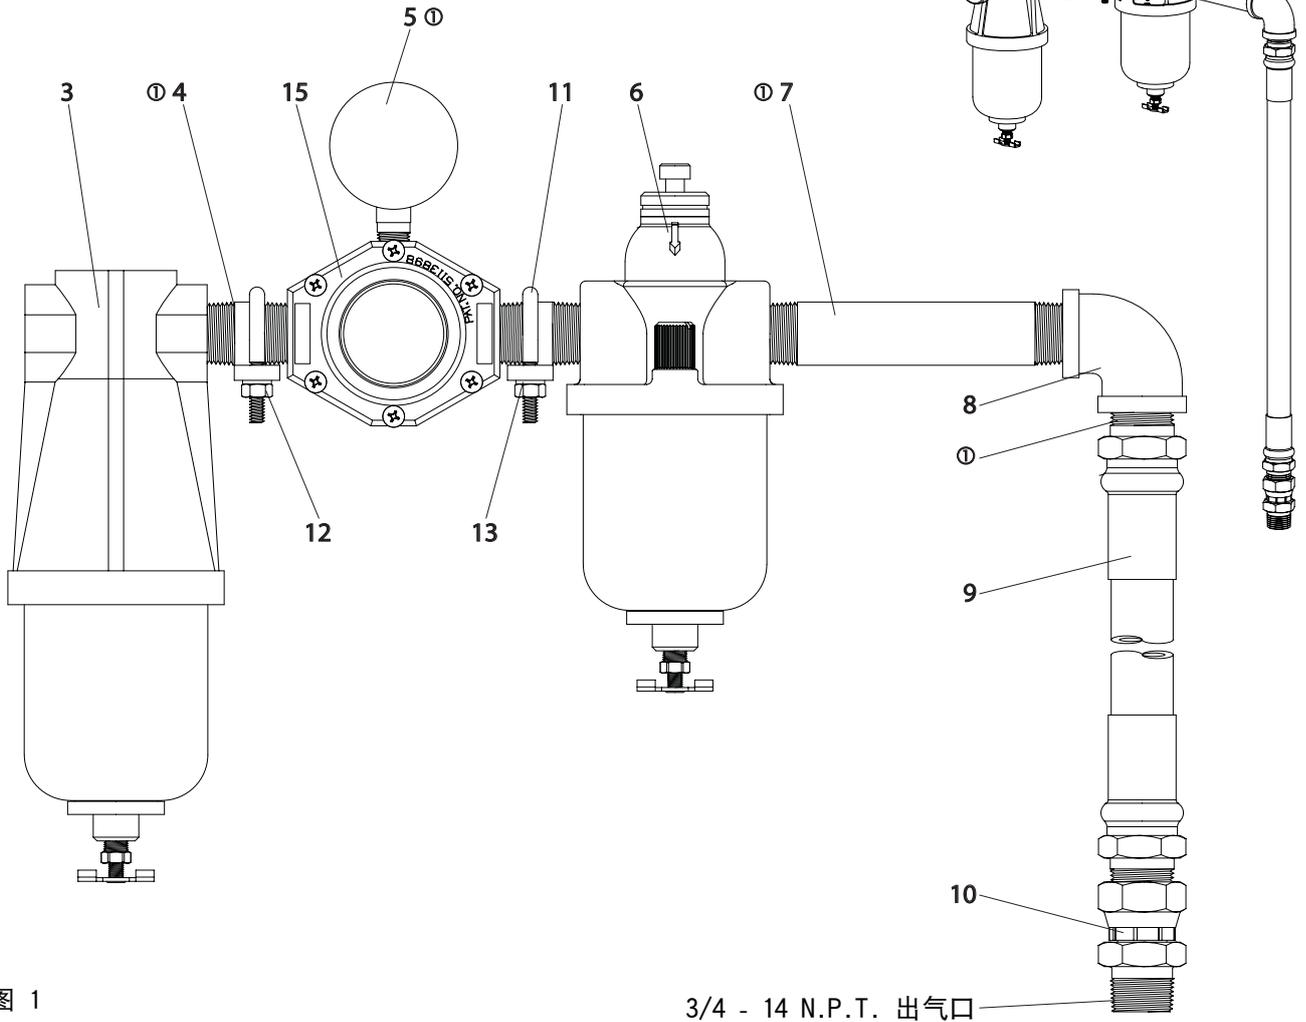
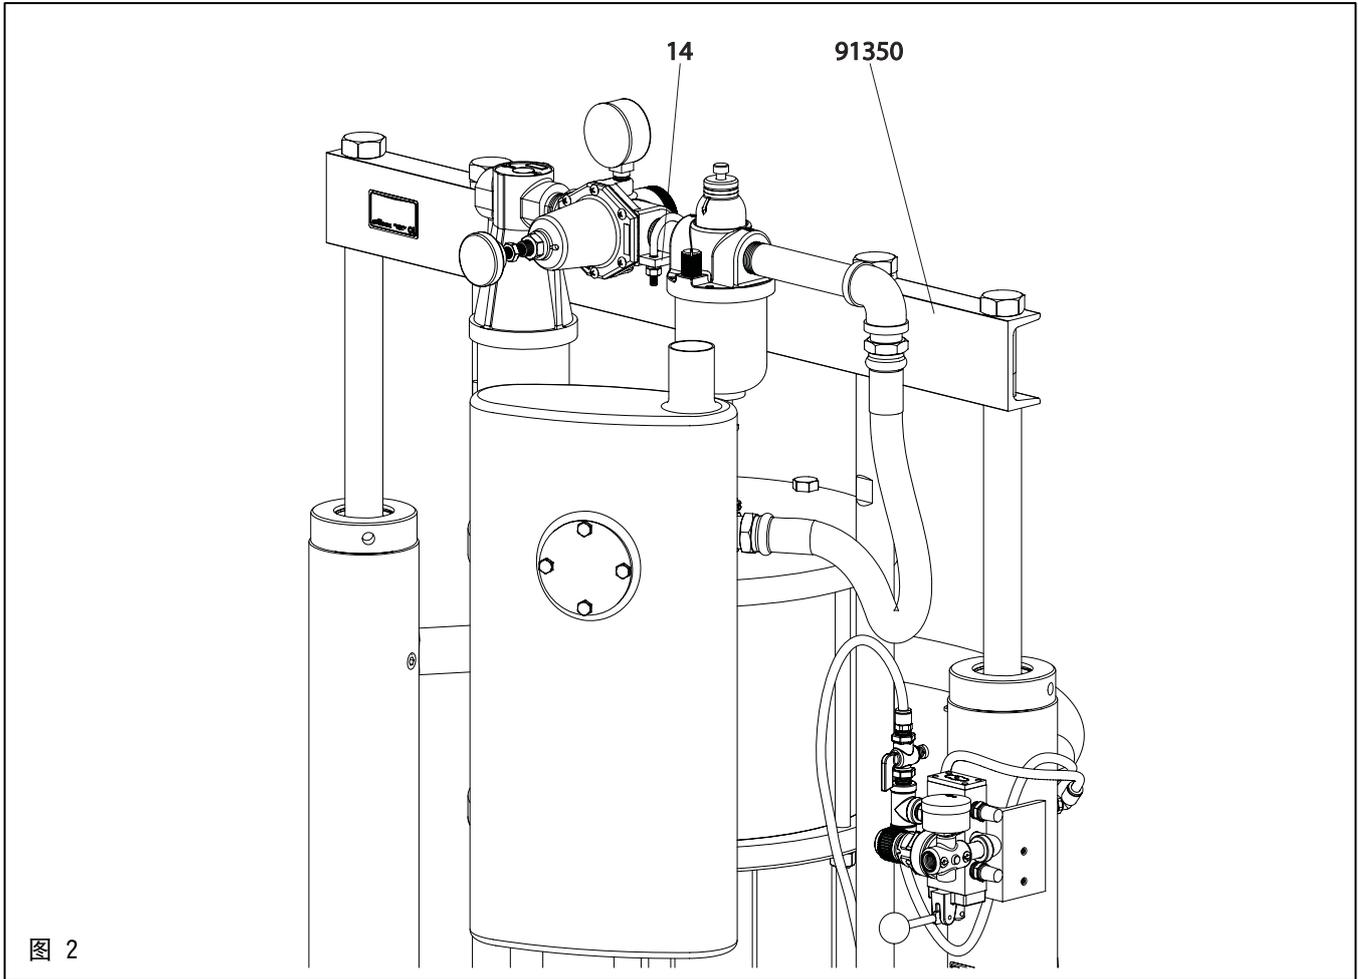

图 1
图 2
1. 将两块 (14) 安装板定位于柱式升降机安装臂上 (见图2和3)。
2. 用四个 (16) 有头螺钉和四个 (13) 锁紧垫圈将安装板固定到安装臂顶部的四个孔中。
3. 将空气集管组件置于安装板上, 用两个 (11) "U" 形螺栓, 四个 (13) 锁紧垫圈和四个 (12) 螺母紧固 (见图1和2)。
- 注: 调节器向上旋转90°, 易于观察 (5) 压力表。
4. 将 (9) 软管和 (10) 转换接头连接到泵气动马达进气口。
5. 将1/2" 内径空气管路软管连接到 (3) 过滤器上。